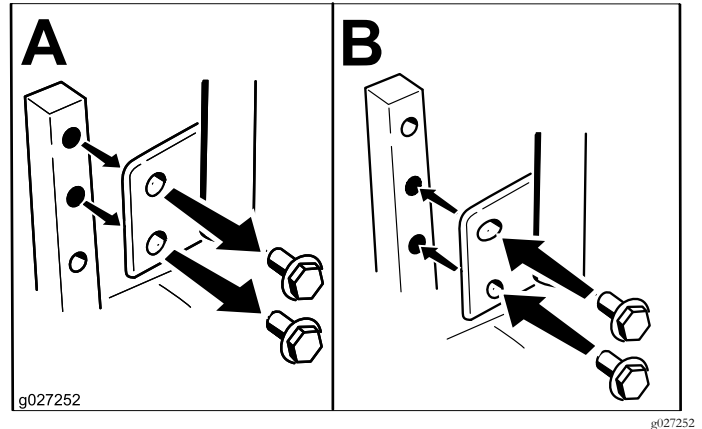

Figura 12
Puede ajustar las palancas de control de movimiento hacia arriba o hacia abajo para que su uso sea más cómodo (Figura 12).
2. Afloje el perno inferior lo suficiente para poder desplazar hacia adelante o hacia atrás la palanca de control (Figura 12).